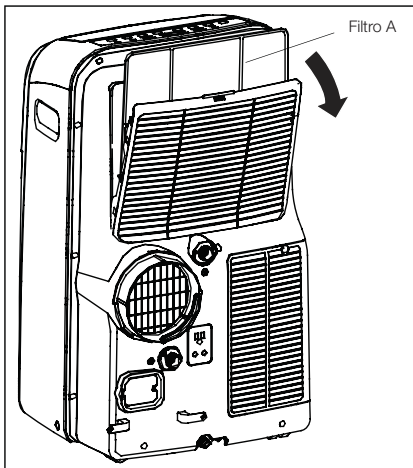
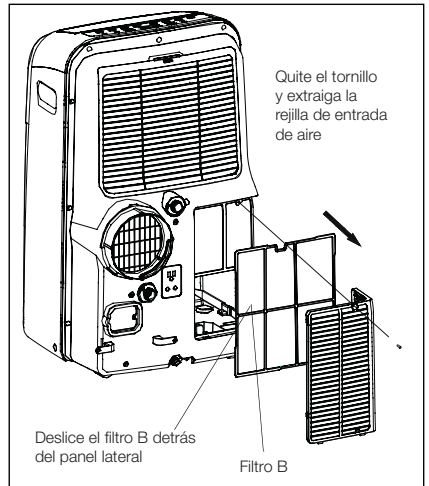

Fig. 27
Fig. 28
- Esta unidad dispone de dos filtros: A y B. Sujete la pestaña del panel superior y saque el filtro A que está detrás de la rejilla del panel posterior (fig. 27). Retire el filtro inferior B aflojando los tornillos. Baje la rejilla de entrada de aire y a continuación extraiga el filtro de aire como se indica en la fig. 28.